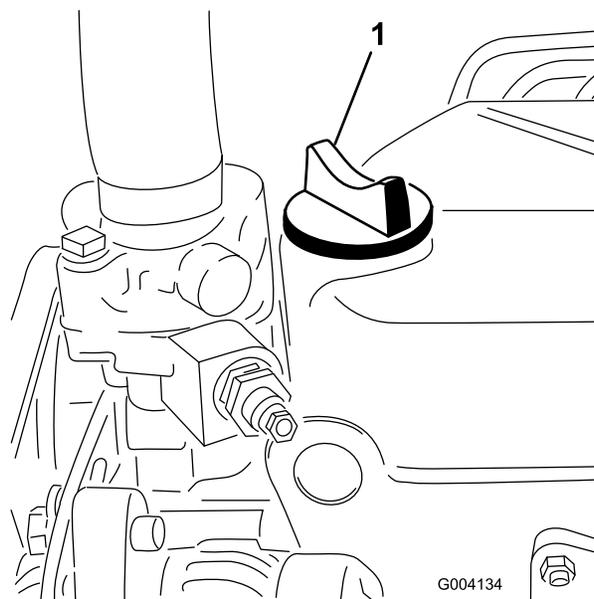

図 28
5. 不足している場合は、キャップ(図 28)を取り、Full 位置までオイルを補給する。